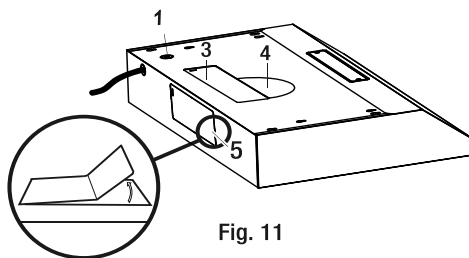

Fig. 11
- Choisir le disque défonçable de ventilation à retirer selon votre type d'installation. Utiliser le trou supérieur (3 et 4) pour une installation de ventilation par le dessus et le trou arrière (5) pour une installation de ventilation par l'arrière.
- Retirer doucement le couvercle (3, 4 ou 5) du trou de ventilation approprié en utilisant un tournevis à tête plate ou d'une pince à bec effilé (voir Fig. 11). Faire très attention de ne pas laisser de morceaux à l'intérieur de la hotte (A).